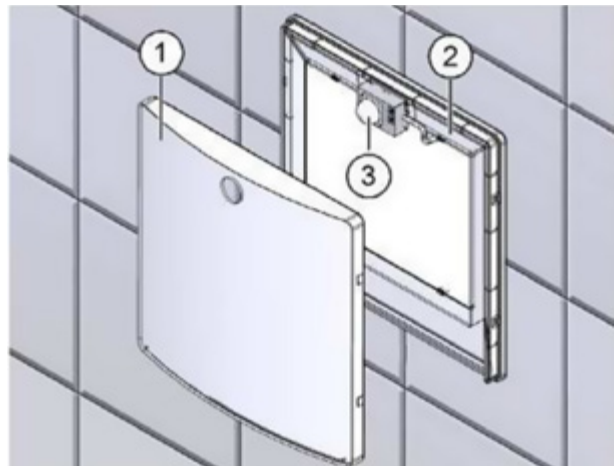

Abb. 11: Ansaugdeckel entfernen
- Greifen Sie an einer Ecke von unten in den Ansaugdeckel (Pos. 1 in Abb. 11) und ziehen Sie den Ansaugdeckel vom Filterträger (Pos. 2 in Abb. 11) ab. Die Potentiometer zur Einstellung der Lüfterfunktion befinden sich am Bewegungsmelder (Pos. 3 in Abb. 11).
- Setzen Sie den Anschlussdeckel (Pos. 1 in Abb. 11) auf das Gerät au.
| Einstellmöglichkeiten: | Die Nachlaufzeit ist am Potentiometer P zwischen 3 min und 20 min stufenlos einstellbar. Das Potentiometer befindet sich am Bewegungsmelder (siehe Pos. 3 in Abb. 11 auf: Seite 14). Schalten Sie das Gerät stromlos, nachdem Sie die Einstellungen an den Potentiometern vorgenommen haben. Warten Sie einige Sekunden. Die neuen Einstellungen werden übernommen, wenn Sie das Gerät wieder mit Strom versorgen. |
| Einstellmöglichkeiten: | Die Intervallzeit ist am Potentiometer P1 zwischen 1 h und 12 h stufenlos einstellbar. Die Nachlaufzeit ist am Potentiometer P2 zwischen 3 min und 20 min stufenlos einstellbar. Die Potentiometer befinden sich am Bewegungsmelder (siehe Pos. 3 in Abb. 11 auf: Seite 14). Schalten Sie das Gerät stromlos, nachdem Sie die Einstellungen an den Potentiometern vorgenommen haben. Warten Sie einige Sekunden. Die neuen Einstellungen werden übernommen, wenn Sie das Gerät wieder mit Strom versorgen. |